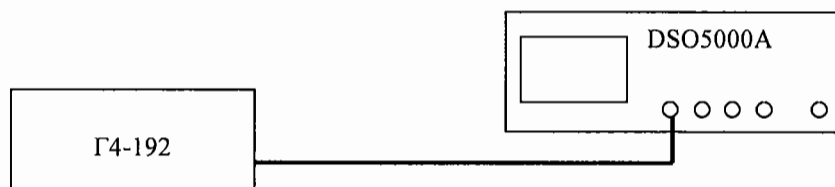

Рис. 4.
6.3.4.1 Для проверки минимального уровня синхронизации от каналов осциллографа собрать измерительную схему в соответствии с рис. 4.